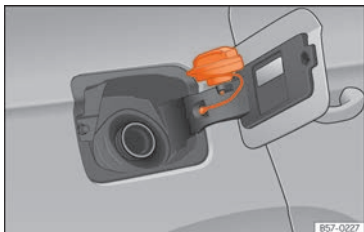

Fig. 196 Trappe à carburant avec bouchon fermé.
- Placez le bouchon dans le logement se trouvant sur la charnière de la trappe à carburant ouverte »» fig. 196.